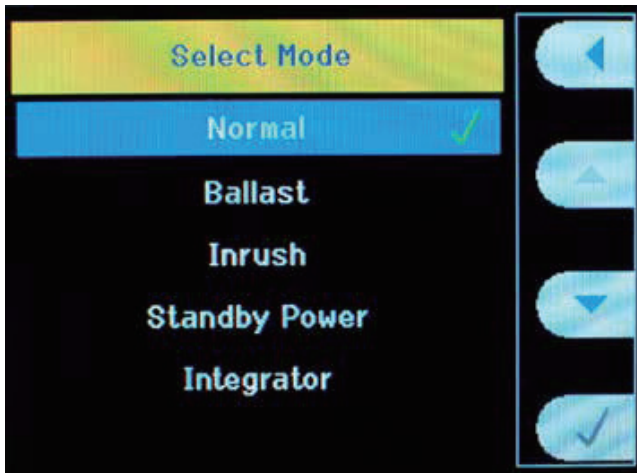

图 8. Select Mode 窗口。
- 按菜单→Modes→Select Mode→勾选 Normal，如图 8 所示。